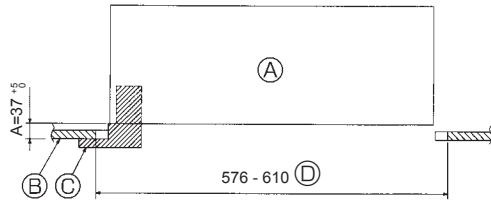

Fig. 10-2
②	Pullu vida	4	M5 × 0,8 × 25 (mm)
③	Ölçer	1
④	Sinyal alıcı için bağlantı kablosu	1	Sinyal alıcıyla donatıldığında bulunur.
⑤	i-See sensör için bağlantı kablosu	1	i-See sensör ile donatıldığında bulunur.
⑥	Tespit malzemesi	2	Sinyal alıcıyla donatıldığında bulunur.
⑦	Tespit malzemesi	2	i-See sensör ile donatıldığında bulunur.
⑧	Kablosuz uzaktan kumanda	1	Ürünle birlikte uzaktan kumanda sağlandığında bulunur.
⑨	Uzaktan kumanda yuvası	1	Ürünle birlikte uzaktan kumanda sağlandığında bulunur.
⑩	LR6 AA pil	2	Ürünle birlikte uzaktan kumanda sağlandığında bulunur.
⑪	3,5 × 16 kılavuz vida	2	Ürünle birlikte uzaktan kumanda sağlandığında bulunur.
10.2. Izgarayı takma hazırlığı (Fig. 10-2)